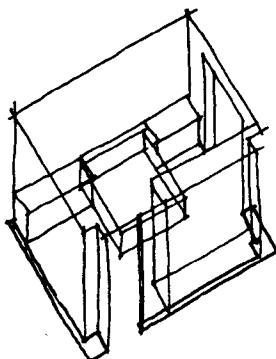

图 1-10 以相同比例尺,量出各种门、窗、家具的高度并绘出轮廓线
④再按相同的方法逐步把各个门、窗、家具等画出来,如图 1-10。